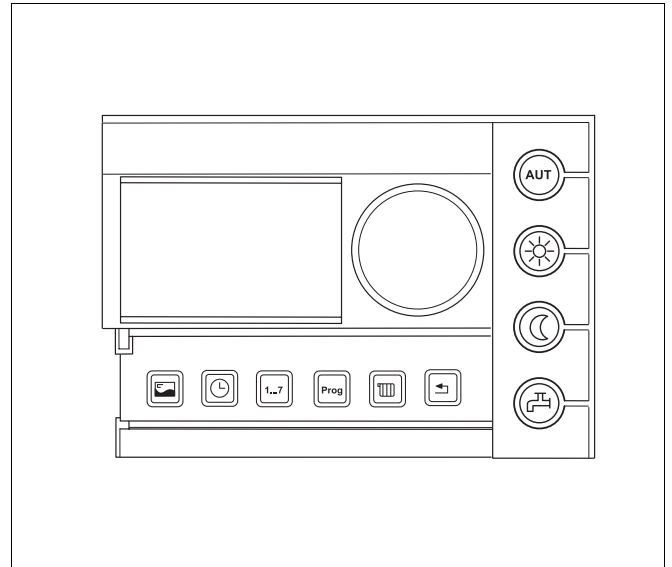

Abb. 6 Bedieneinheit RC30 (mit geöffneter Klappe)
- Nehmen Sie die Einstellungen an der Bedieneinheit (z. B. RC30, siehe Abb. 6) vor. Wir empfehlen, dass Sie Folgendes prüfen bzw. einstellen: